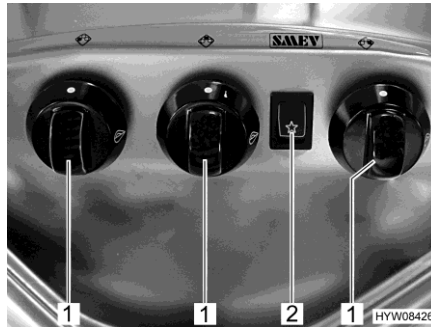

Fig. 197 Boutons de commande (réchaud à gaz)
- Tourner le bouton tournant (Fig. 197,1) du brûleur désiré en position d'allumage (grande flamme).
- Appuyer sur le commutateur à bascule (Fig. 197,2). Le brûleur produit des étincelles.